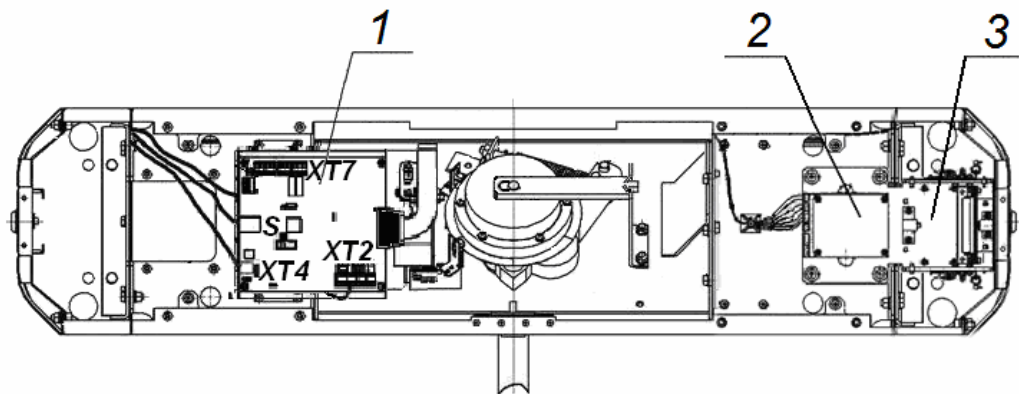
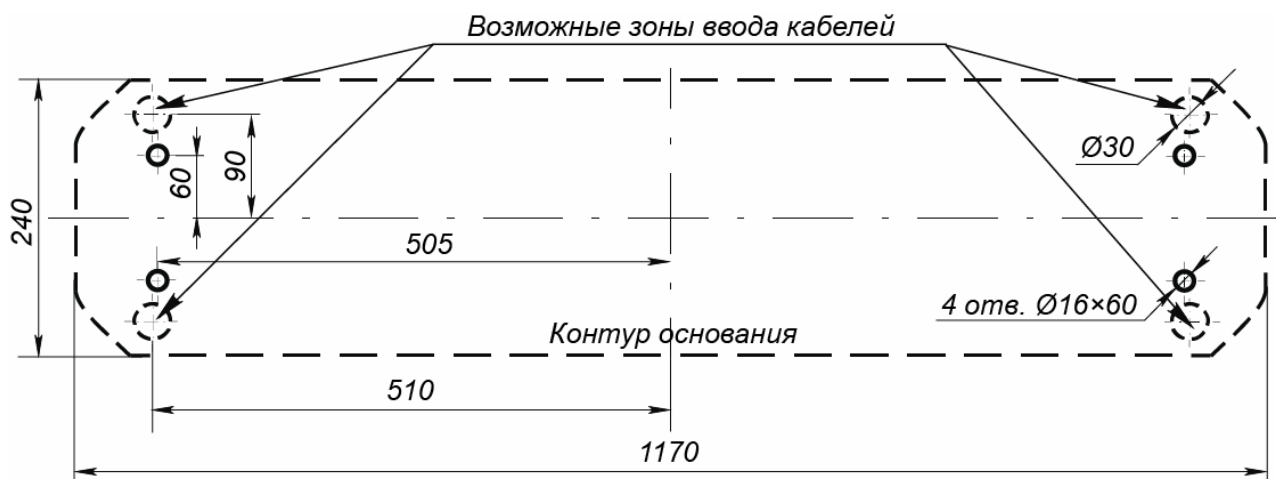

Рисунок 11. Схема прокладки кабелей в стойке ЭП:
Рисунок 12. Схема разметки для установки стойки ЭП
3. Подготовьте в полу отверстия под гильзы анкеров для крепления стойки ЭП (см. рис. 12).
4. При необходимости прокладки кабелей под поверхностью пола подготовьте в полу кабельный канал, подходящий к одной из зон ввода кабелей в стойку ЭП, указанных на рис.12.
6. Демонтируйте боковую заглушку (9) и выньте контейнер картоприемника (10), открыв ключом замки (11, 12).
10. Снимите крышку ЭП (3) согласно разд. 6.
11. Протяните кабели внутри стойки. Рекомендуемое расположение кабелей при прокладке внутри стойки показано на рис. 11.
15. Выполните заземление стойки ЭП в соответствии с требованиями ПУЭ («Правила устройства электроустановок»). Контакт заземления **Z3** (7, рис. 11) находится за боковой заглушкой стойки (14). Для крепления кабеля заземления на контакте используйте гайку М4.
16. Подключите кабель *Ethernet* (18) к разъему **S1** на плате контроллера ЭП.
19. После подключения всех кабелей и крепления стойки на полу установите на место крышку (3), боковую заглушку стойки и контейнер картоприемника на свои места в порядке, обратном снятию.
- Снимите с поворотного механизма крышку (6), отвернув винт М4×25.
- Отверните болт М8×30, установленный на преграждающей планке (5).
- Установите в рабочее положение крышку (6), закрепив ее винтом.
При производстве механизм картоприемника (3, см. рис. 11) установлен со стороны считывателя №1 (А2).
1. Снимите крышку (3) в порядке, указанном в разд. 6.
2. Извлеките контейнер картоприемника (12), открыв замок (13).
3. Извлеките заглушку (14) с противоположной стороны, открыв замок (15).
4. Демонтируйте торцевые крышки (9, 10); каждая крышка крепится двумя винтами М4×16 и двумя шурупами Ø4,2×19 снизу со стороны контейнера (12) или заглушки (14). Кабели считывателей, находящихся внутри торцевых крышек, не отсоединяйте.
6. Демонтируйте заглушку (11) из торцевой крышки (9) и установите ее в торцевую крышку (10); заглушка крепится двумя шурупами Ø2,9×9,5.
7. Отсоедините кабель картоприемника от платы управления картоприемника А1 (2, рис. 11).